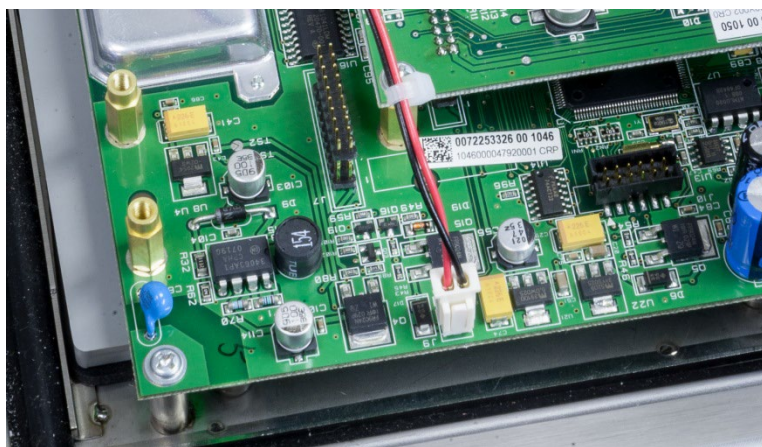

Figura A-8: Conector de corriente de batería
3. Desconecte el conector de corriente de la tarjeta principal (Figura A-8).